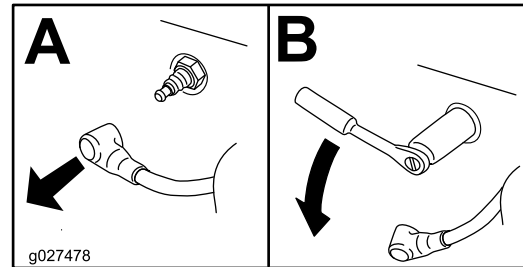

Bild 46
4. Nehmen Sie die Zündkerze heraus (Bild 46).